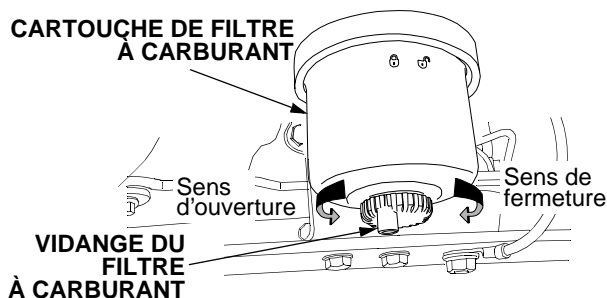

Figure 59
Avant chaque utilisation, purgez l'eau condensée présente dans le filtre à carburant. (Voir la Figure 59).
- Stoppez le moteur puis placez un récipient approprié sous la vanne servant à purger l'eau du filtre. Voir la Figure 59.
- Tournez la vanne de vidange du filtre en sens inverse des aiguilles d'une montre pour l'ouvrir. Laissez couler l'eau au bas du filtre jusqu'à ce que ce soit du gazole pur qui sorte par la vanne. Voir la Figure 59.
- Tournez la vanne du filtre dans le sens des aiguilles d'une montre pour la refermer. Voir la Figure 59.